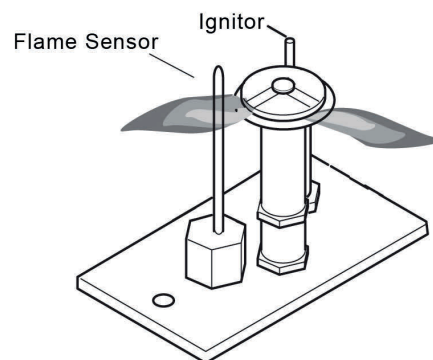

Figure 20 – Avant de démonter l'appareil, vérifier la flamme de la veilleuse. La flamme doit toucher le thermocouple et la thermopile.
1. Vérifier la flamme de la veilleuse. La flamme doit toucher environ $\frac{3}{8}$ po de la partie supérieure de la thermopile et toucher le haut du thermocouple. Voir Figure 20. Dans le cas contraire, contacter le vendeur pour une révision.